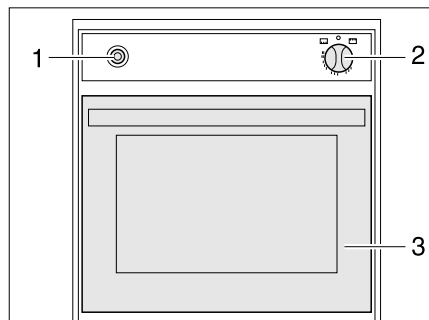

Fig. 330 Four à gaz (Spinflo)
- Ouvrir entièrement le portillon du four (Fig. 330,3).
- Enfoncer légèrement le bouton tournant (Fig. 330,2) et le placer sur "four" ou "GRILL" (grill).
- Enfoncer le bouton tournant (Fig. 330,2) et le maintenir enfoncé pendant 5 à 10 secondes. Le gaz s'écoule vers le brûleur.
- Appuyer plusieurs fois sur l'interrupteur d'allumage (Fig. 330,1) jusqu'à ce que la flamme se consume.
- Tourner le bouton tournant (Fig. 330,2) sur "O". La flamme s'éteint.